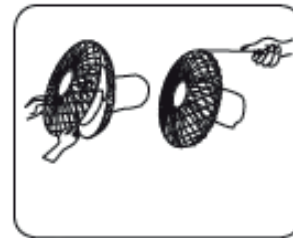

Fig. 3
3. Öppna klämmorna på det främre galleret och sätt det främre galleret på det bakre galleret (rikta in låsskruvhålen) och stäng klämmorna. Säkra de båda gallren genom att montera och dra åt fästskruven och muttern. (Fig. 3).